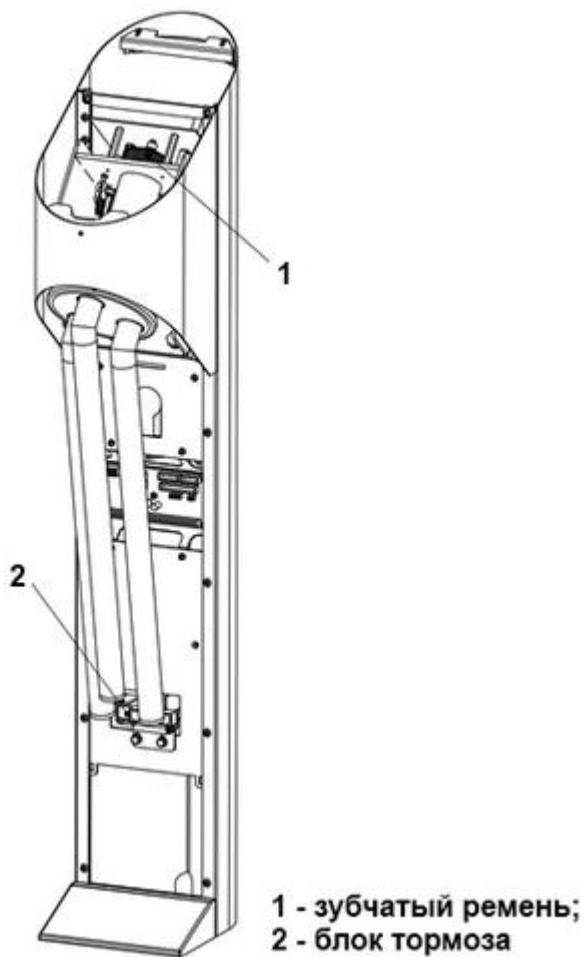

Рисунок 21 – Зубчатый ремень турникета (центральная стойка турникета)
- 3.6.4 Проверить состояние зубчатого ремня и его натяжение (Рисунок 21 – 1).
- 3.6.5 Проверить общее состояние резиновой пластины блока тормоза (Рисунок 21 – 2).